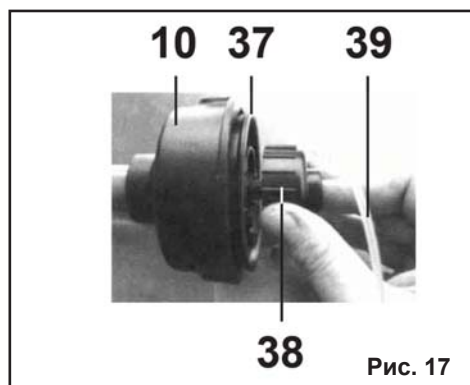

Рис. 17
7.6. Удлинение лески (Рис. 17)